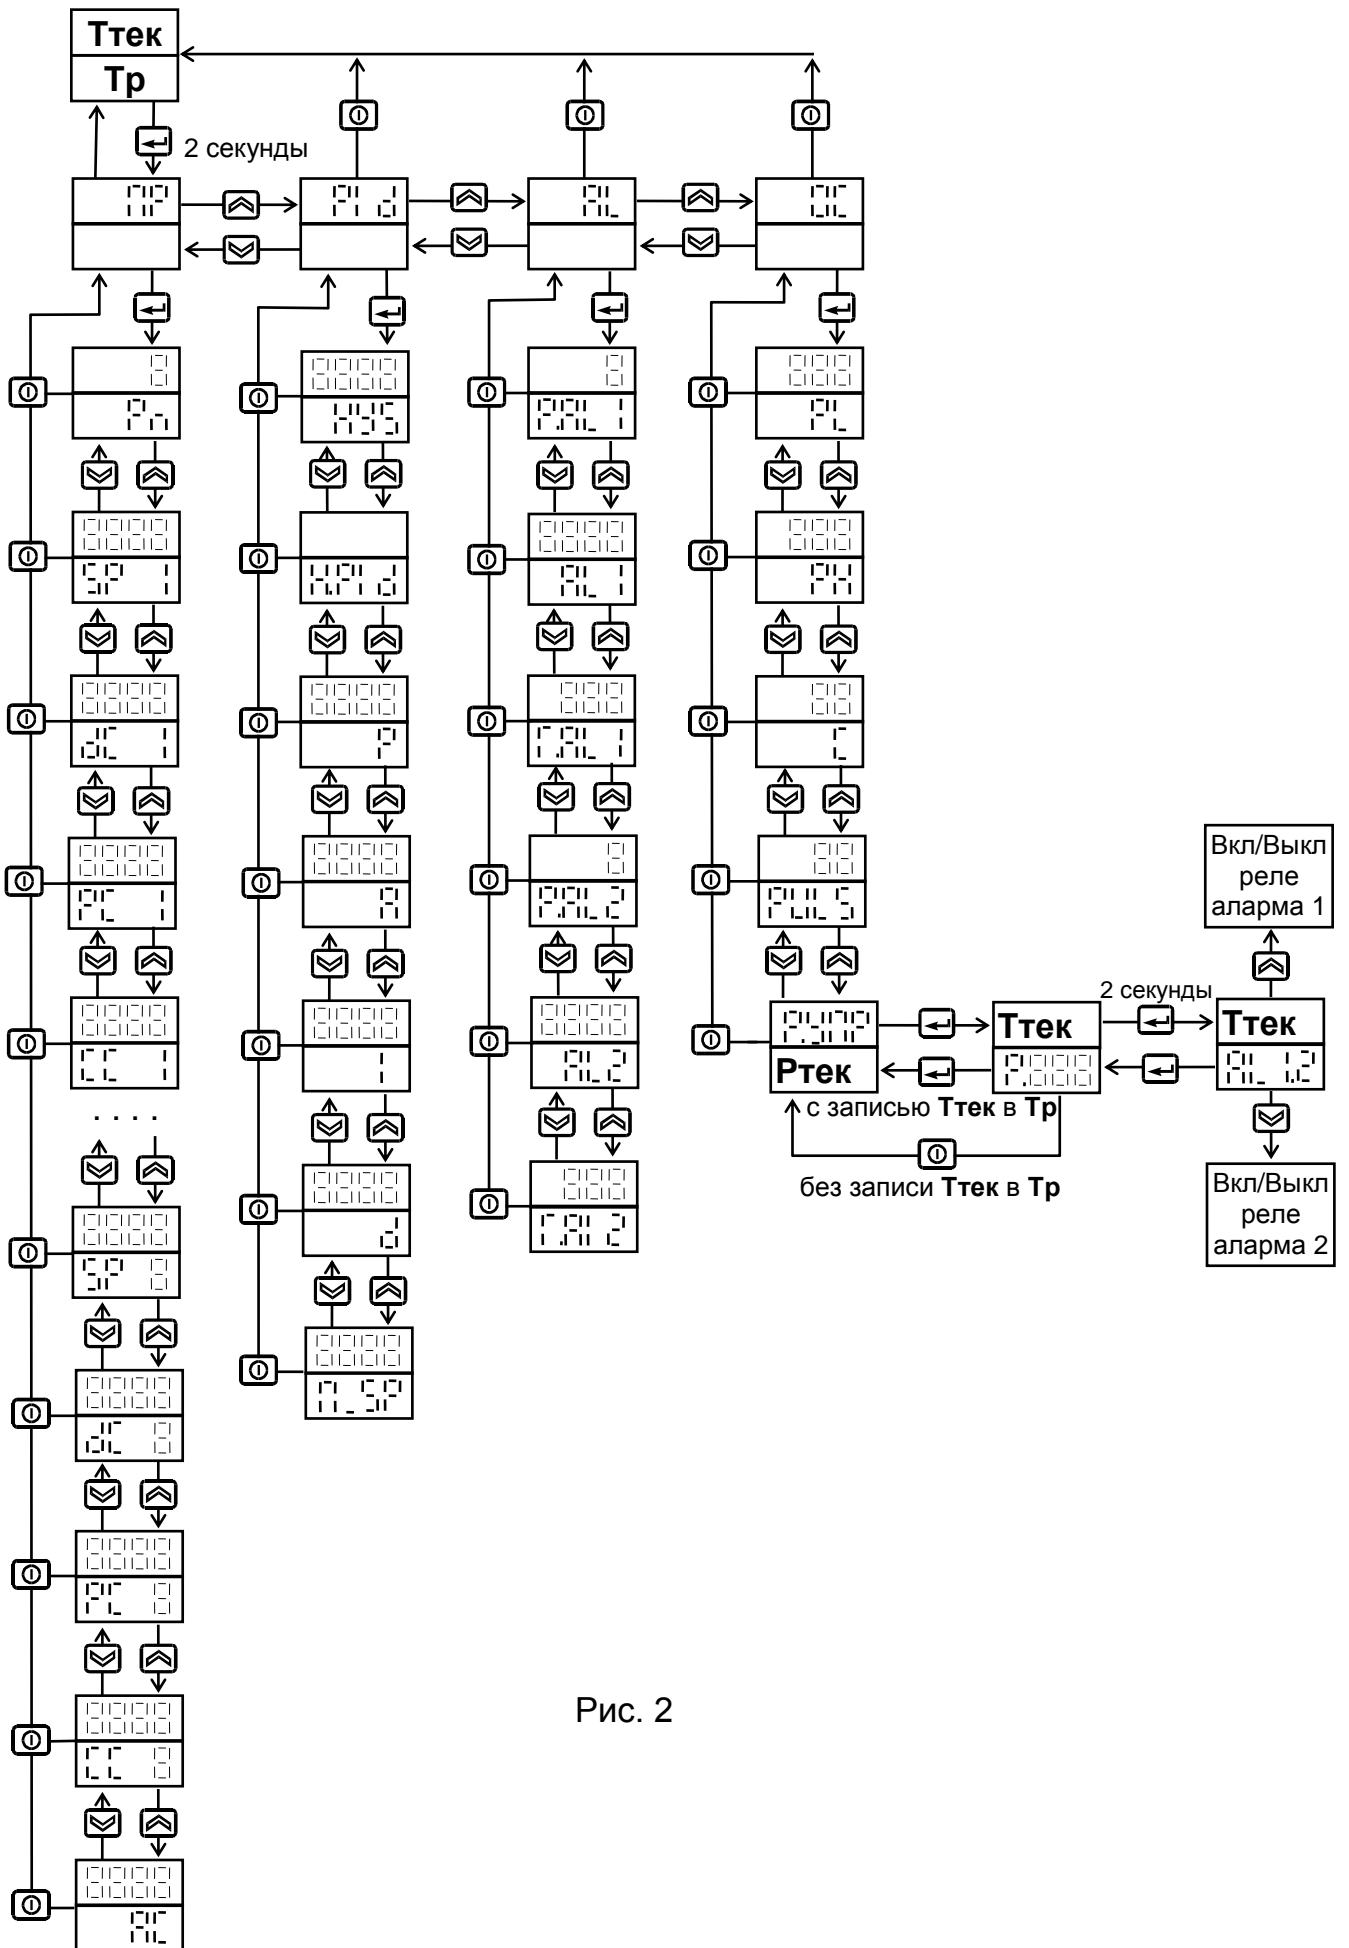

Рис. 2
4.1. Подключить прибор согласно Рис.2 ПРИЛОЖЕНИЯ при выключенном общем питании. Проверить правильность подключения прибора.
- Для ввода других параметров, определяющих работу регулятора, нужно в режиме отображения текущей и заданной температуры нажать и удерживать кнопку  примерно две секунды до появления надписи T_{1-} на верхнем индикаторе. Теперь из меню параметров можно выбирать и изменять те, которые необходимо (Рис. 2).
4.6 Автоматическая настройка параметров $t_{\text{имп}}^{\text{мин}}$, $t_{\text{имп}}^{\text{макс}}$, $t_{\text{имп}}^{\text{макс}}$ и $t_{\text{имп}}^{\text{макс}}$ запускается при нажатии и удержании в течение двух секунд кнопки  при индикации параметра $t_{\text{имп}}^{\text{мин}}$ в меню параметров $t_{\text{имп}}^{\text{мин}}$ (см. Рис. 2).